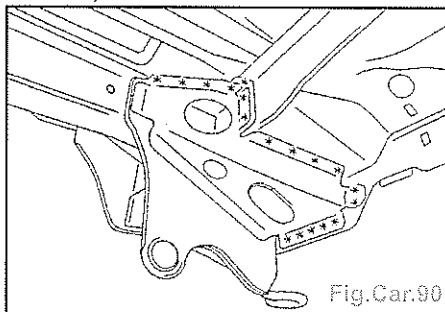

Fig.Car.90
- Dégraffer les points de soudure électrique à l'aide d'une fraise Ø 8 mm (Fig. Car.90).